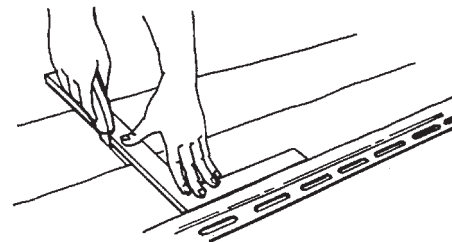

Figura 23.
- Si usa una cuchilla o una herramienta de estriado, estríe la cara vinílica con presión media y pártala por la mitad. No es necesario cortar hasta el fondo del vinilo (Figura 23).